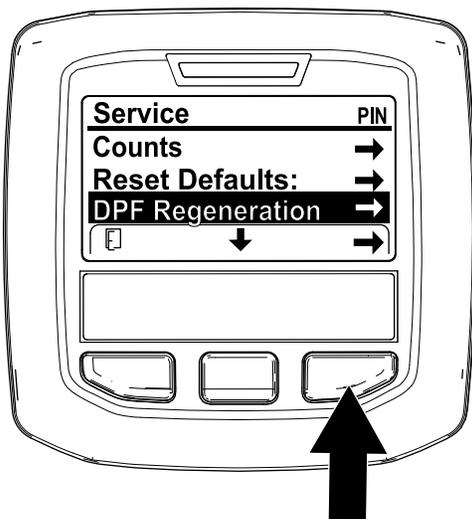

Рисунок 36
1. Перейдите к меню Service (Техобслуживание), нажмите среднюю кнопку для прокрутки вниз к опции DPF REGENERATION (РЕГЕНЕРАЦИЯ DPF) (Рисунок 36).
2. Нажмите правую кнопку для выбора позиции DPF Regeneration (Регенерация DPF) (Рисунок 36).